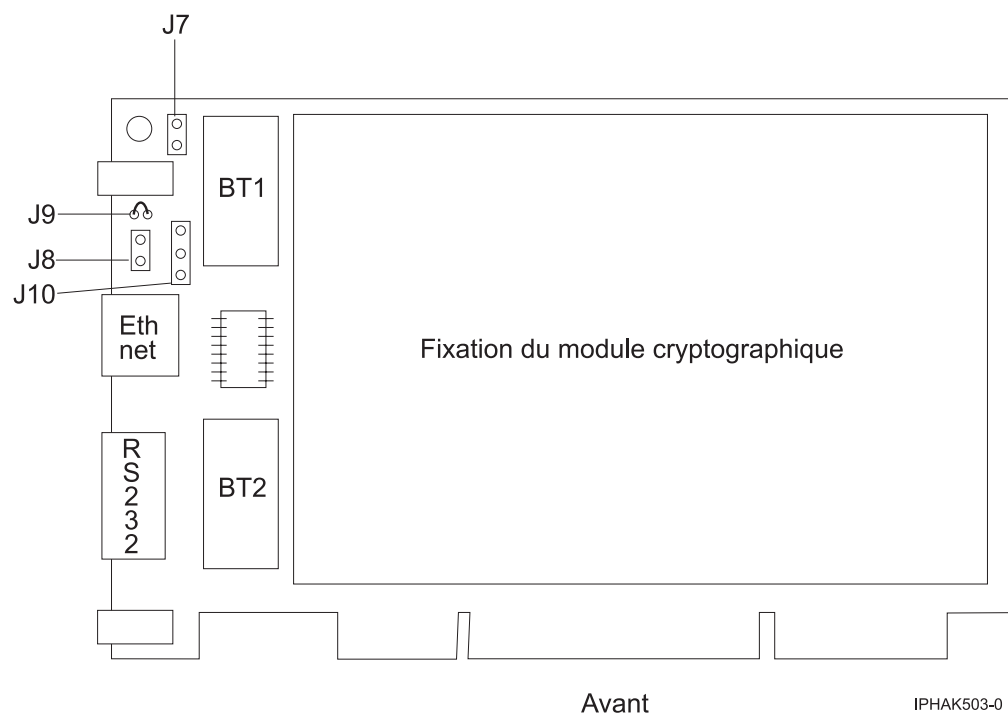

Figure 51. Recto de l'adaptateur
6. Insérez l'une des nouvelles batteries dans le bloc de batteries fourni avec le kit. Alignez le + de la batterie avec le + du bloc de batteries (l'extrémité avec le câble rouge). Connectez les câbles du bloc au connecteur J10 situé près du port série RS-232, comme illustré dans la figure 51, à la page 171. Le connecteur est polarisé pour garantir un branchement correct.